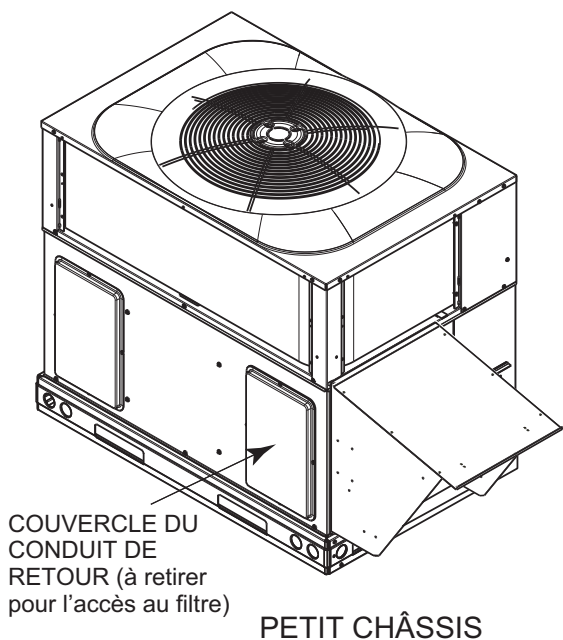

Figure 8 – Accès au filtre à petit châssis
**Petit châssis (consultez la figure 8)**